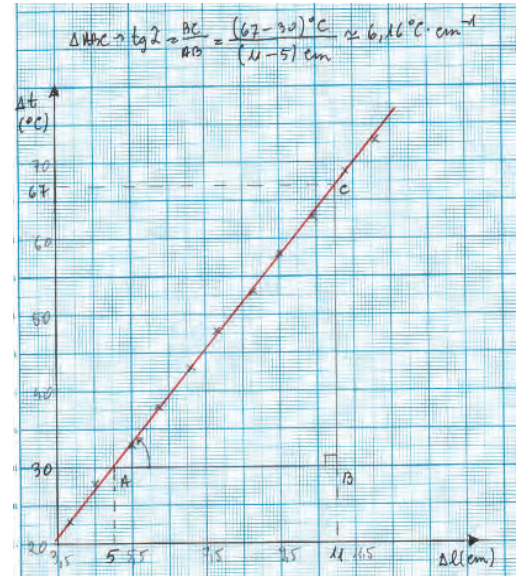

Fig. 4
- Pe baza datelor din tabel, se reprezintă grafic pe hârtie milimetrică și folosind un soft pentru grafice :  $\Delta t = f(\Delta l)$ . Graficul este o dreaptă crescătoare (fig. 4, 5).
- Din graficul  $\Delta t = f(\Delta l)$ , obținut pe hârtie milimetrică (fig. 4), se determină panta dreptei: